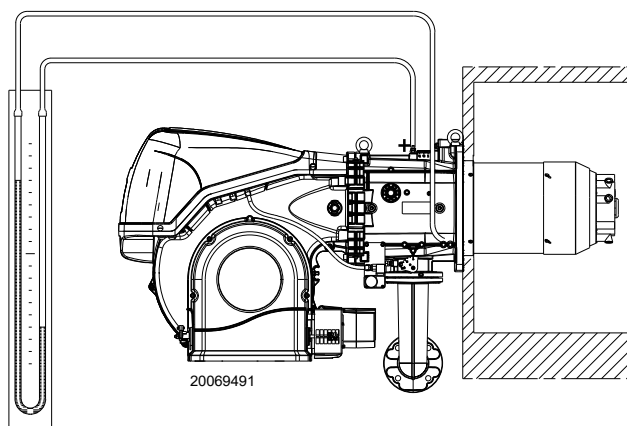

Fig. 28
- Montare un manometro a U o un manometro di tipo differenziale (Fig. 28), con presa (+) sulla pressione del gas del manicotto e (-) in camera di combustione. Serve a ricavare approssimativamente la potenza MAX del bruciatore mediante la .